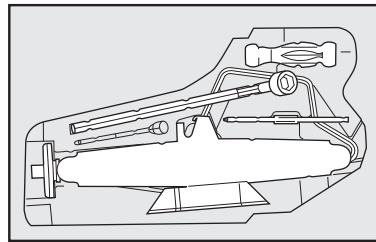

fig. 18
**14** Colocar o macaco no suporte das ferramentas **fig. 18**, encaixando de modo a evitar vibrações, ou que se solte durante a marcha;